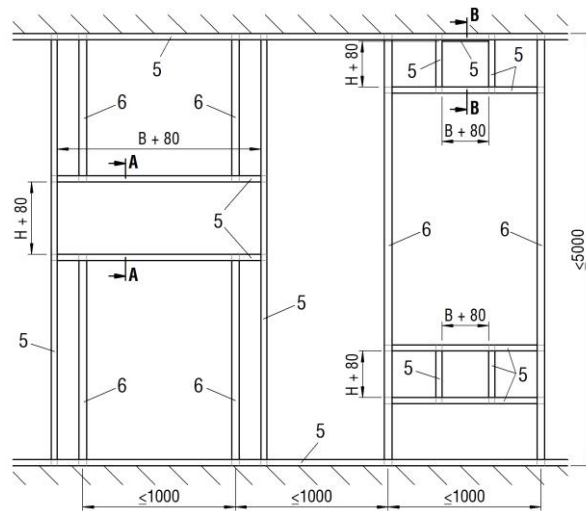

Abbildung 44: Metallständerwerk mit erforderlichen Auswechslungen (Schachtwand)
- Metallständerwerk der Wand gemäß den Angaben des Wandherstellers herstellen und Auswechslungen entsprechend der Abbildung 44 vorsehen.
- Metallständerwerk der Wand gemäß den Angaben des Wandherstellers herstellen und Auswechslungen entsprechend der Abbildung 44 vorsehen (Montage wandeigenes UW-Profil (Pos.5) an der Decke und Anbringung des für den umlaufenden Metallprofilrahmen notwendigen UW-Profils im Deckenbereich). Herstellen der Wandbeplankung (Pos.3) und Aufdoppelung (Pos.2) sowie Einbauöffnung für den Einbau der BKA-EN.